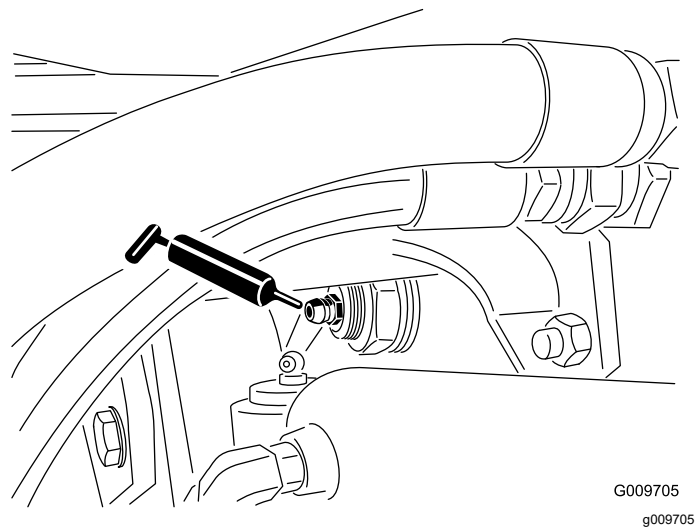

Figure 45
- Bagues de pivot d'essieu arrière (2), comme montré à la Figure 45